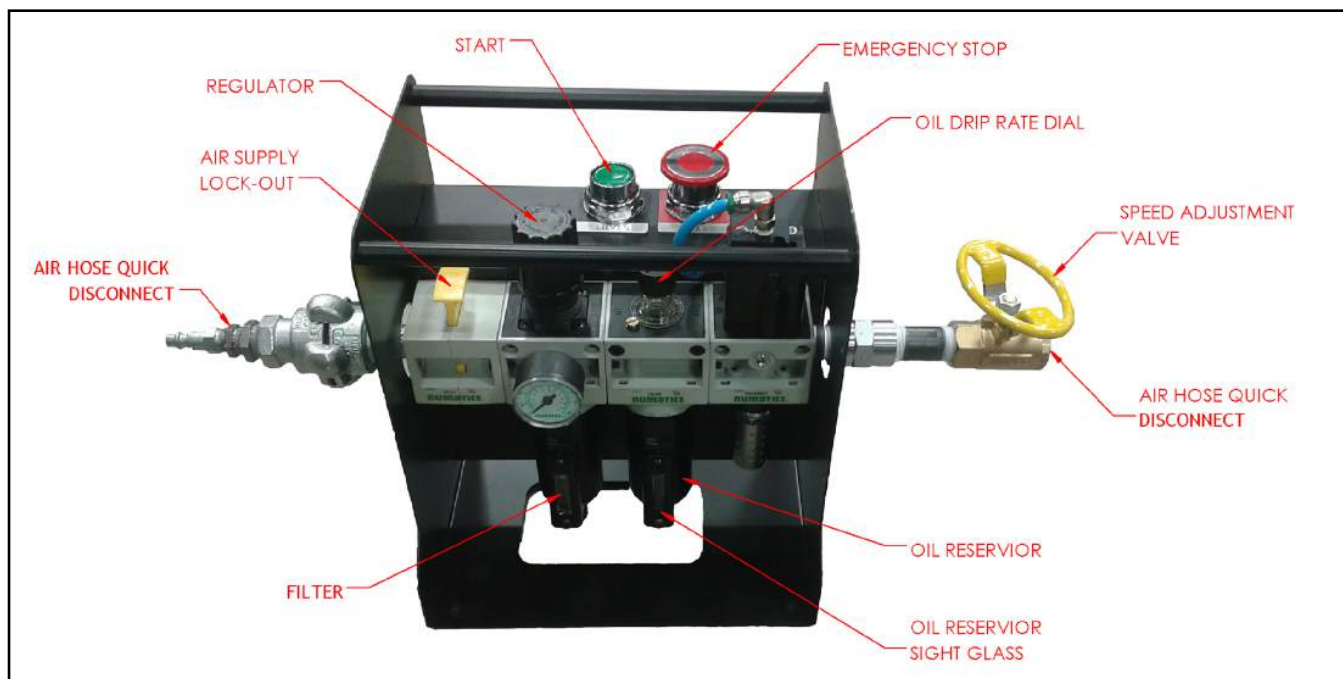

FIGURE 4-3. COMMANDES AIR CADDY
1. Réalisez ces étapes sur l'Air Caddy (comme le montre la Figure 4-3) :
5. Réglez le débit d'huile comme nécessaire (voir Figure 4-3).
3. Appuyez sur la soupape de VERROUILLAGE DE L'AIR COMPRIMÉ (AIR SUPPLY LOCK-OUT) pour la fermer (voir Figure 4-3). Cette action libère la pression d'air résiduelle dans le circuit de l'Air Caddy.
1. Vérifiez le regard en verre du réservoir à huile de l'Air Caddy (voir Figure 4-3, page 25). Complétez si nécessaire.
2. Vérifiez que le verrouillage de l'alimentation en air est ouvert (tiré vers le haut). Voir Figure 4-3, page 25.